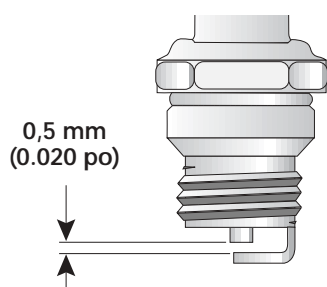

Fig. 19
3. Réglez l'écartement à 0,5 mm (0,020 po) à l'aide d'une jauge d'épaisseur (Fig. 19).